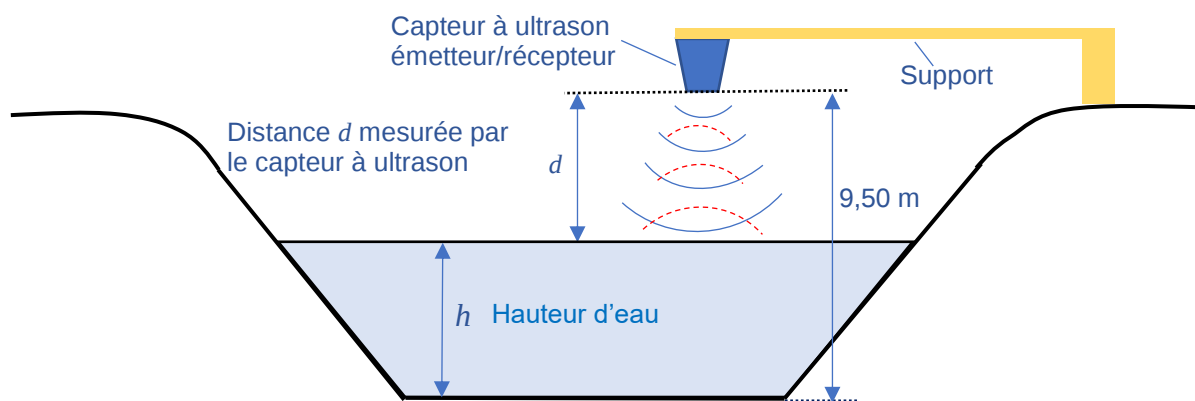
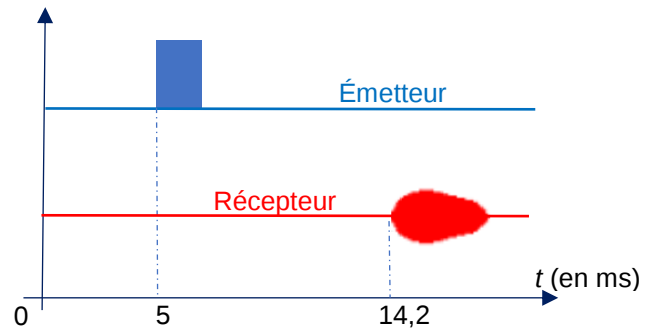

Figure 2 Schéma du bassin
Figure 3 : Chronogrammes des signaux du capteur à ultrason
Pour surveiller la quantité d'eau disponible, on mesure la hauteur d'eau  $h$  à l'aide d'un capteur de niveau à ultrason maintenu au-dessus de l'eau à l'aide d'un support (voir figure 2 ci-dessous).
1.2.2. Justifier, en exploitant la figure 2 et le document 1, que le modèle du capteur présenté est adapté aux dimensions du bassin et aux conditions environnementales d'utilisation.
Lors d'un test de fonctionnement, le technicien relève les signaux ultrasonores représentés sur la figure 3 ci-contre.
Déterminer la valeur de la hauteur d'eau  $h$  en exploitant le schéma du bassin (figure 2), le document 2 et le relevé des signaux (figure 3), sachant que la température extérieure est égale à 7 °C lors de la mesure.